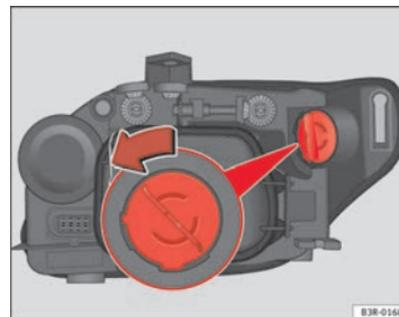

Fig. 191 Ampoule du clignotant
- Tournez le porte-ampoule dans le sens inverse des aiguilles d'une montre en le saisissant par la poignée ⇒ fig. 191. Retirez le support et l'ampoule.